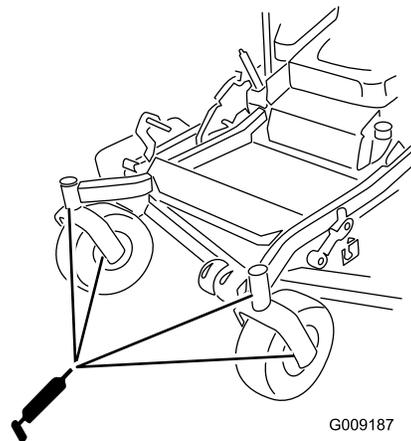

Figura 43
9. Retire el adaptador de engrase del punto de engrase. Instale el tapón hexagonal y la tapa (Figura 43).
10. Engrase los cojinetes de las ruedas giratorias (Figura 43).